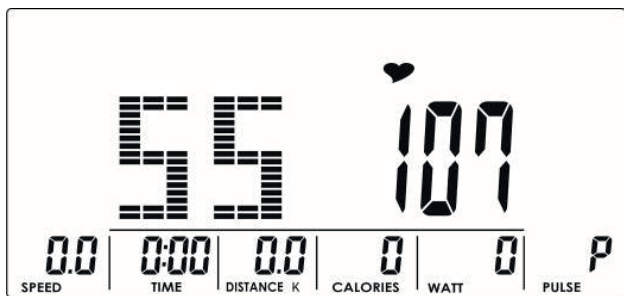

Abbildung 11
2. Wählen Sie das gewünschte Herzfrequenzprogramm (55%, 75%, 90% oder TA) mit dem Encoder aus und bestätigen Sie die Auswahl mit dem Encoder (Abb. 11–14).